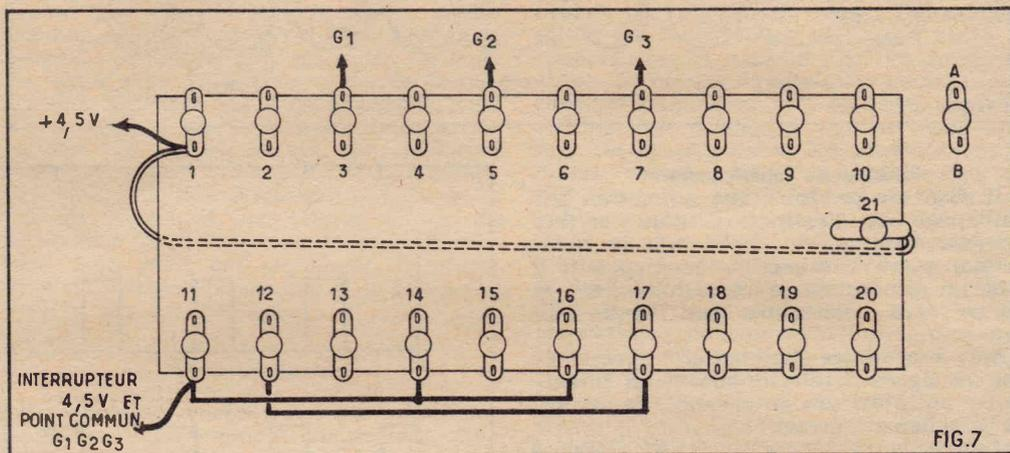

FIG. 7
- Après avoir fait les connexions restantes indiquées sur la figure 7 et après les avoir toutes soudées, on place les transistors comme suit :